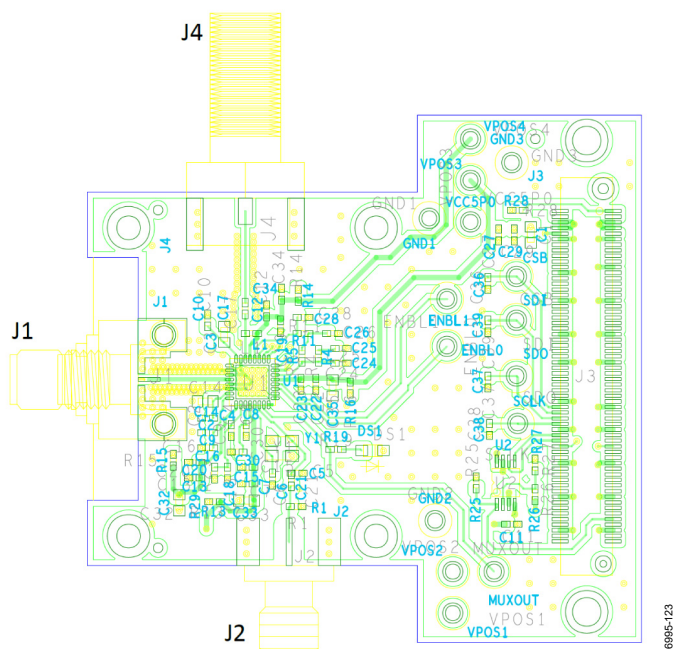
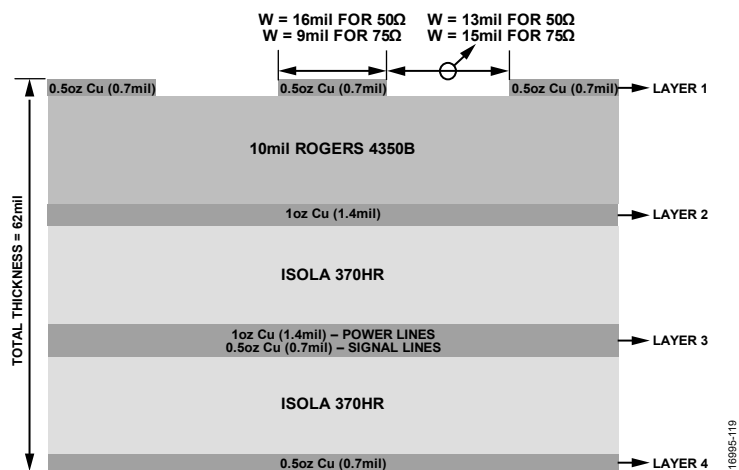

図 126. ADMV4420-EVALZ 評価用ボードのレイアウト、上面図 (第 1 層)
図 127. ADMV4420-EVALZ PCB、断面図
ADMV4420 の性能評価には、ADMV4420-EVALZ 評価用ボードを使用できます。図 126 と図 127 に ADMV4420-EVALZ 評価用ボードの上面レイアウト図と断面レイアウト図を示します。RF 伝送ラインはコプレーナ導波路 (CPWG) モデルを使って設計されており、ライン幅 (W) は 16 ミル、グラウンドとのスペースは 13 ミルで、これに対する RF 入力 (RFIN) と外部リファレンス入力 (REF/XTAL1) の特性インピーダンスは  $50\Omega$  です。また、IF 出力 (IFOUT) のライン幅は 9 ミル、グラウンドとのスペースは 15 ミルです。PCB は、低損失を実現する Rogers 4350B 誘電体材料と、PCB を希望の厚さに抑えることのできる isola 370HR 誘電体材料から作られています。
ADMV4420-EVALZ 評価用ボードと部品配置を図 126 に示します。ノイズの影響を最小限に抑えるために、LDO デカップリング・ピンと電源トレースにはデカップリング・コンデンサを取り付けます。評価用ボードの回路図を図 132 に、その鉛フリー・リフロー・プロファイルを図 2 に示します。